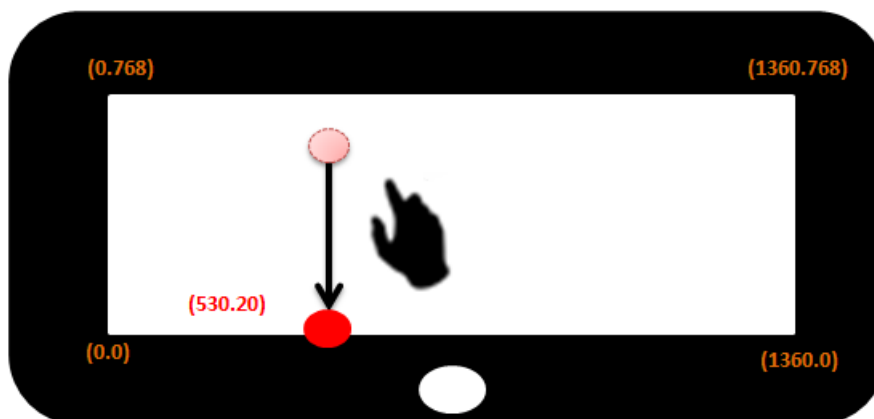

Figure 5-24: 從觸控屏內向垂直起始通道邊緣畫線偏差示意圖
- ◆ 下圖 Figure 5-24 示意從觸控屏內向垂直起始通道邊緣畫線偏差圖。範例中邊框報點座標並未報到垂直起始通道邊緣點。需要微調 INTERPOLATION_Y_FIRST_SCALE，使座標報點可到達邊緣。